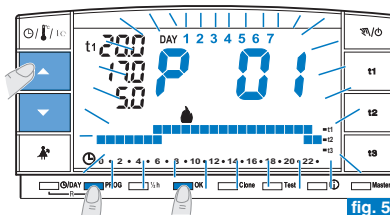

fig. 5
- Si au contraire vous voulez sélectionner un autre programme (fig. 5) effectuer des pressions sur la touche **PROG** (ou les touches ▲▼) jusqu'à l'affichage du programme désiré (P02 hiver ou P03 été), puis appuyer sur la touche OK.